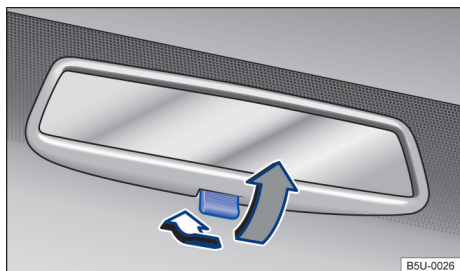

Fig. 68 Espelho retrovisor interno com antiofuscante manual.
- Posição noite: puxar a alavanca → Fig. 68 (seta cinza), para evitar o ofuscamento dos faróis dos veículos que trafegam atrás.